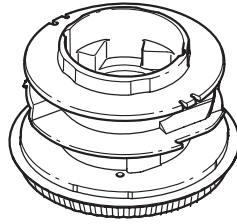

Fig. 17
2. Saque la perilla percusiva, el resorte y el sello de espuma (Fig. 17).
3. Saque el carrete interior con la línea existente de la bobina exterior (Fig. 17).
4. Saque toda la línea que haya en el carrete interior antes de limpiarlo. Saque todos los residuos o pasto de la perilla, resorte, carrete interno y sello de espuma. Lave el carrete interior con agua jabonosa tibia (Fig. 17).